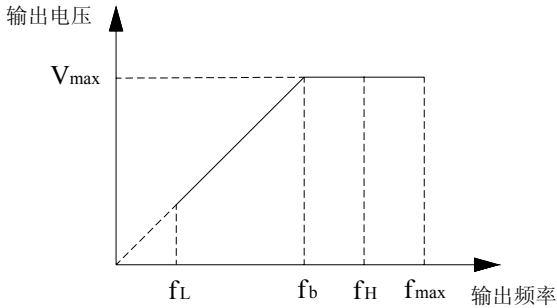

图 F1-1 电压与频率示意图
最大输出频率是变频器允许输出的最高频率，是加减速设定的基准，如下图所示的 f_{max} ；基本运行频率是变频器输出最高电压时对应的最小频率，一般是电机的额定频率，如下图所示的 f_b ；最大输出电压 V_{max} 是变频器输出基本运行频率时，对应的输出电压，一般是电机的额定电压；如下图所示的 V_{max} ； f_H 、 f_L 分别定义为上限频率和下限频率，如图 F1-1 所示：
4. 最大输出频率、上限频率、下限频率的关系如上图 F1-1 所示，设置时请注意大小顺序。